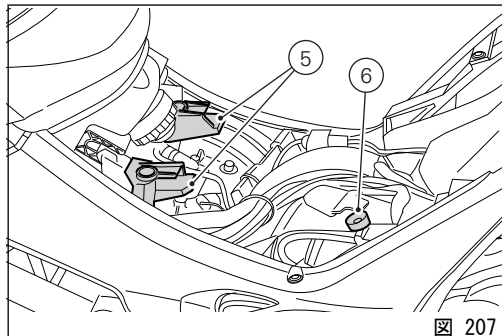

図 207
ライダーシート (4) の溝 (7) の付いている前部をガイド (5、図 207) に取り付け、ピン (6、図 207) を所定の位置 (8) に挿入します。
ピン (6、図 207) が確実に所定位置 (8) 内に収まっていることを確認します。